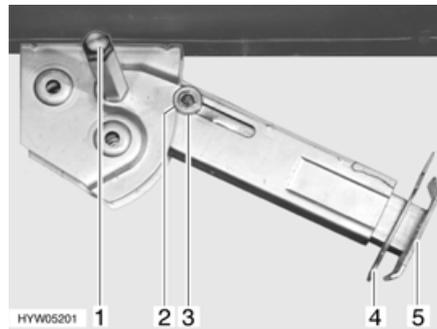

Fig. 48 Apoyo de elevación
- Colocar la llave de vaso en el hexágono (Fig. 48,1) y girarla hasta que el apoyo de elevación quede verticalmente hacia abajo.
- Extraer la clavija hendida (Fig. 48,4) de la prolongación del pie de apoyo (Fig. 48,5).
- Colocar la llave de vaso en el hexágono (Fig. 48,1) y girarla hasta que el apoyo de elevación esté de nuevo libre del suelo.
- Introducir totalmente la prolongación del pie de apoyo (Fig. 48,5) e introducir la clavija hendida (Fig. 48,4) en el orificio previsto para ello que hay en la prolongación del pie de apoyo.
- Girar con la llave de vaso en el hexágono (Fig. 48,1) hasta que el apoyo de elevación bascule hacia arriba y la arandela de guía (Fig. 48,3) esté totalmente introducida en la entalladura (Fig. 48,2).